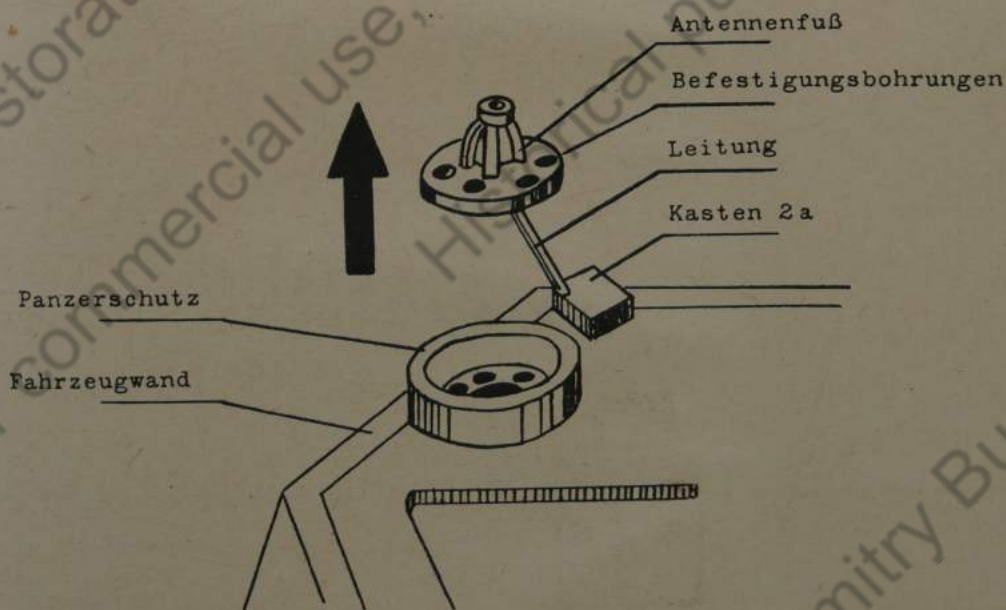

Bild 76 Herausnehmen des Antennenfußes
5. Herausnehmen des Antennenfußes mit Kasten 2 a, Bild 76. Löse dabei die 4 Schrauben am Funkkastenträger (über dem Schaltkasten) und nimm ihn heraus.